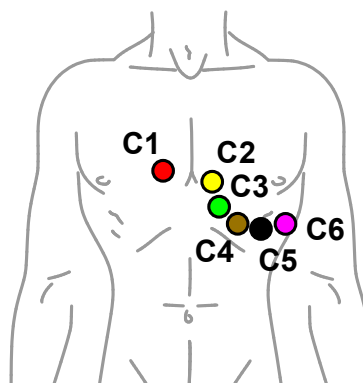

Рисунок 12 – Схема наложения электродов для моделей ЭХС-06, ЭХС-06д, ЭУП-06 и ЭУП-06д
- 1) Расположите и оберните грудной ремень на грудной клетке новорожденного в области проекции сердца в соответствии со схемой отведений (рисунок 12).